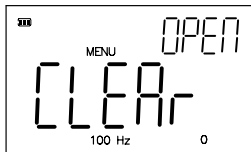

图 4-2 清零界面
- 按 **CLEAR** 键进入清零功能。屏幕显示如图 4-2。